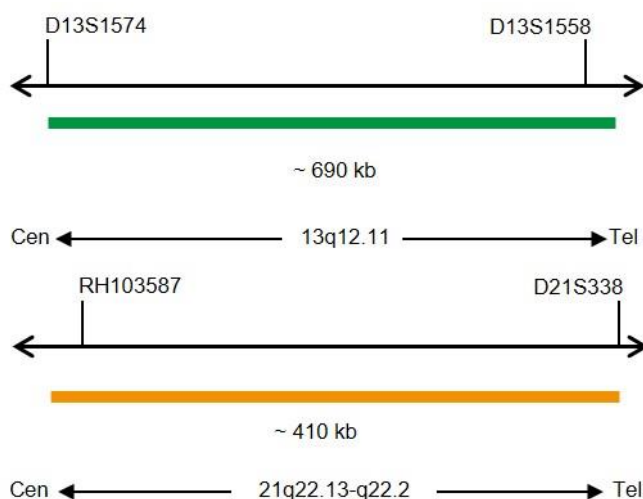

Fig. 1: In alto: Mappa della sonda SPEC 13q12; In basso: Mappa della sonda SPEC 21q22 (non in scala)
- Polinucleotidi (~10.0 ng/ μ l) marcati con ZyGreen (eccitazione 503 nm/emissione 528 nm), le cui sequenze target mappano in 13q12.11* (chr13:20,200,365-20,892,494) (vedere Fig. 1).
- Polinucleotidi (~4.5 ng/ μ l), marcati con ZyOrange (eccitazione 547 nm/emissione 572 nm), le cui sequenze target mappano in 21q22.13-q22.2* (chr21:39,372,983-39,784,773) (vedere Fig. 1).